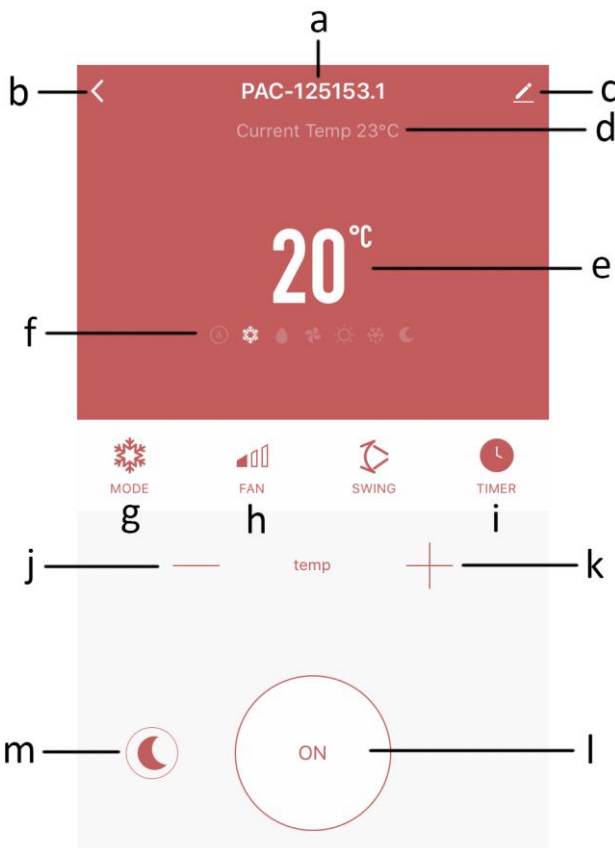

Fig.5
5. Vous pouvez maintenant faire fonctionner le climatiseur dans l'interface ci-dessous (Fig.5). Appuyez sur le bouton correspondant pour régler votre appareil. Dans la sélection du mode et de la vitesse de ventilation, vous verrez les mêmes options que celles qui se trouvent sur le panneau de contrôle de l'appareil. Cependant, dans le minuteur, le réglage de la durée maximale est de 23 heures, en non de 24 heures comme sur le panneau de contrôle.